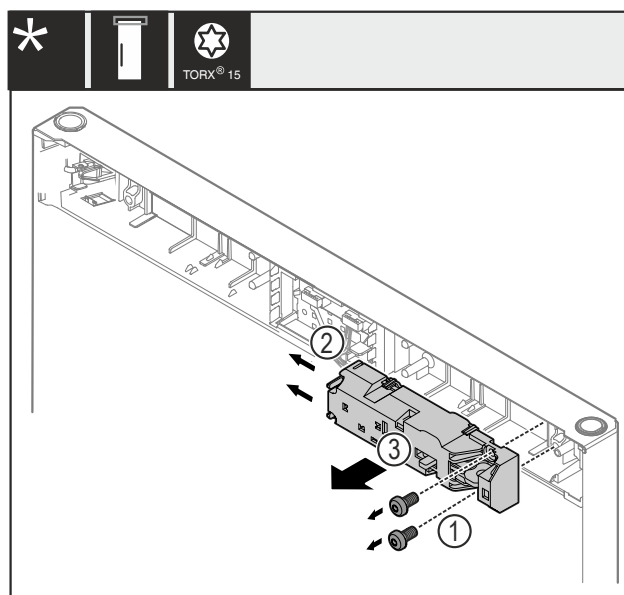

Fig. 20
- ▶ Извлеките винты Fig. 20 (1).
- ▶ Сдвиньте защелки Fig. 20 (2) в сторону и снимите замок дистанционного открытия Fig. 20 (3).